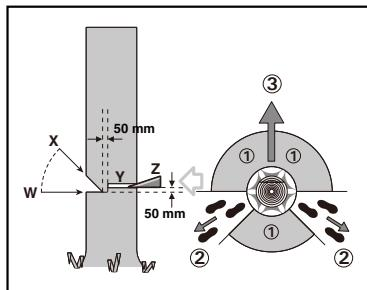

Bild 1
Flyktvägen bör gå bakåt och diagonalt relativt den bakre delen av den förväntade fallriktningen, så som visas på bild 1.
Gör skåran till 1/3 djup av trädets diameter, vinkelrätt mot fallriktningen, så som visas på bild 1. Såga först det undre vågräta riktskäret (W). Härvid undviks inklemning av sågkedja eller styrskena vid sågning av övre riktskär (X).
Gör fällskäret minst 50 mm högre än det horisontella riktskäret (Y), så som visas på bild 1. Fällskäret bör vara parallellt med riktskäret. Gör fällskäret endast så djupt att en brytmånen blir kvar (brytlust) som fungerar som ett gångjärn. Brytmånen hindrar trädet från att vrida sig och falla i fel riktning. Såga inte av brytmånen.
När trädet börjar falla, ska kedjesågen tas ur skäret, fränkopplas och läggas bort samt den som sågat ska lämna riskområdet via planerad reträttväg (②). Se till att du inte snavar över grenar och kvistar som fallit ned. (Se Bild 1)